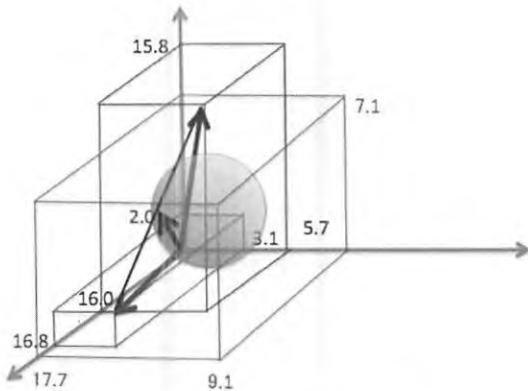

図5 PMMAの混合溶媒への溶解
③コレステロールはヘキサンにもエタノールにも溶けないが、ヘキサンと10%エタノールの混合溶媒には容易に溶解する。ついでながら、このことはアルコールが心臓疾患を減らすのに役立っていることの一つの理由かもしれない。つまり、血管からコレステロールを溶解し去り(“ヘキサンのような”膜の)、脂質を通じて細胞中へ入っていくことを助けているのかもしれない。
④ポリスチレン [18.6, 6, 4.5] はジエチルエーテル [14.5, 2.9, 4.6] ($R_a=8.8$) やプロピレンカーボネート [20.0, 18.0, 4.1] ($R_a=12.4$) には溶解しないが、50 : 50の混合溶媒 [17.3, 10.5, 4.3] ($R_a=5.3$) には溶解する。
⑤ポリメチルメタクリレート PMMA [17.7, 9.1, 7.1] はブタノール [16.0, 5.7, 15.8] ($R_a=9.9$) にも、ジエチルスルフィド [16.8, 3.1, 2.0] ($R_a=8.1$) にも溶けないが、50 : 50の混合溶媒 [16.4, 4.4, 8.8] ($R_a=5.6$) には溶解する(図5)。